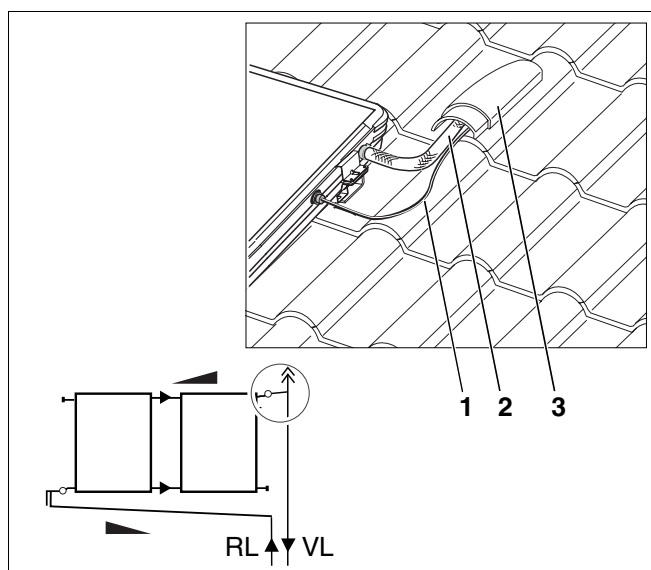

Fig. 42 Instalar a impulsão e o cabo do sensor
- ▶ Nos telhados de telhas cerâmicas, conduza o tubo de impulsão e o cabo do sensor (Fig. 42, **Item 1 e 2**) para o sótão através de, por ex. uma telha de ventilação (Fig. 42, **Item 3**) ou uma passagem de antena.